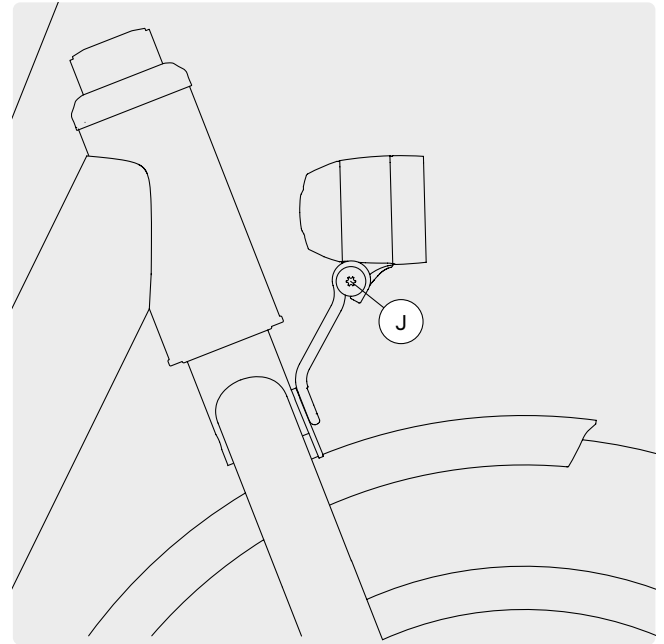

ABB. 47
- 1 Lösen Sie die Justierschraube J an der Frontleuchte (Abb. 47).